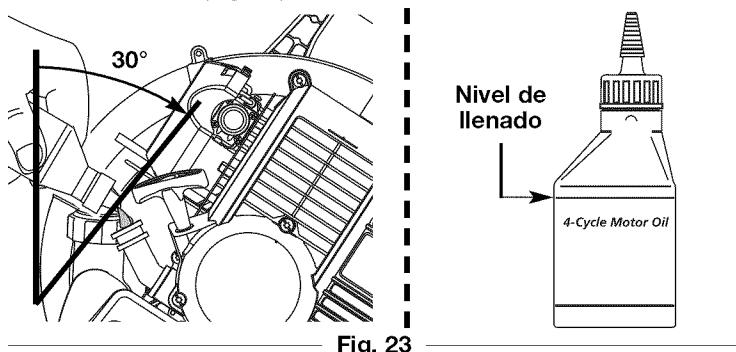

Fig. 23
4. Incline el unidad 30° (Fig. 23).
NOTA: Use la botella y la boquilla que guardó del uso inicial para medir la cantidad correcta. El nivel de 90 ml (3,04 onzas) está aproximadamente en la parte superior de la etiqueta de la botella (Fig. 23). Mida el nivel con la varilla de medición.
Si el nivel está bajo, agregue una pequeña cantidad de aceite y vuelva a medir (Fig. 23). No lo llene demasiado.